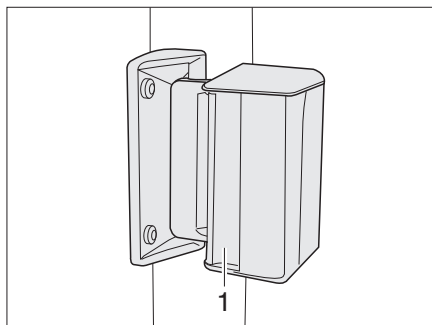

Bild 69 Schiebefenster
- Griff (Bild 69,1) drücken und gleichzeitig nach vorn oder hinten schieben oder ziehen.